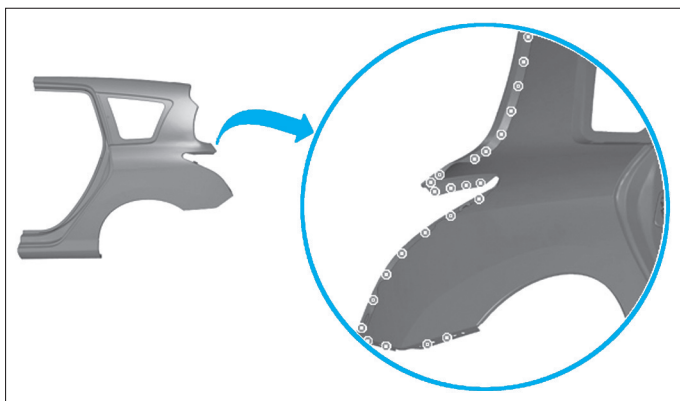
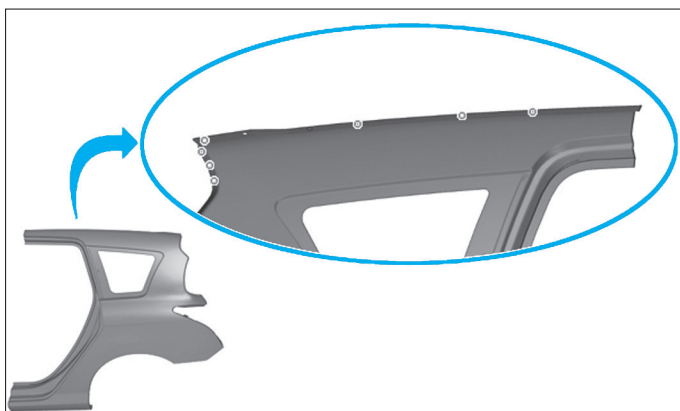

FIG. 176
FIG. 177
- Percer des trous pour le soudage par points bouchons (Fig.176) et (Fig.177).